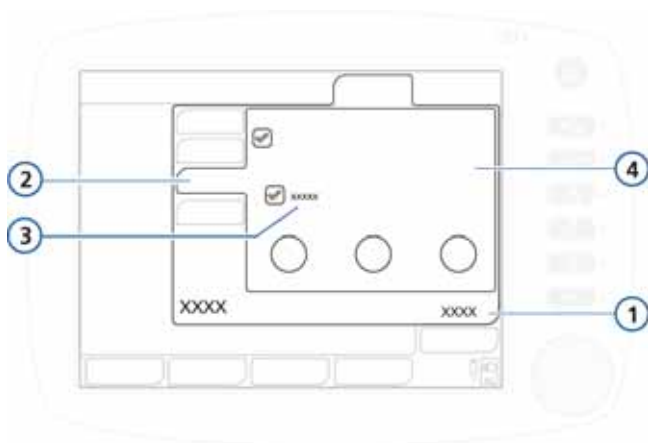

Рисунок 4-7. Окно «Апноэ», кнопка «Автоматически»
4. Если применимо, откройте окно «Управление» -> «Апноэ» (рис. 4-7). Выберите или отмените выбор «Вакцир».
3. Откройте окно «**Управление**» -> «**Апноэ**» (рис. 4-7), а затем включите или выключите параметр «**Backup**» (если применимо). Подробнее см. раздел 4.6.3.